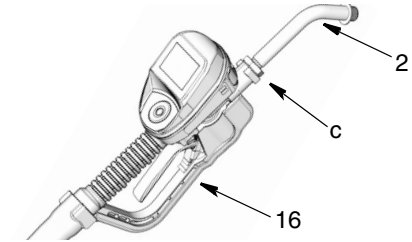

FIG. 10
1. Ajuste la tuerca (c) en la extensión (2) de forma que pueda utilizarse la conexión máxima de enrosque de la extensión (FIG. 10).
2. Enrosque la extensión (2) en la carcasa (b) hasta que toque fondo (FIG. 10).
3. Alinee la extensión (2) con la empuñadura y el alojamiento de la válvula dispensadora con medidor (16) (FIG. 10).
4. Apriete firmemente la tuerca (c) (FIG. 10).